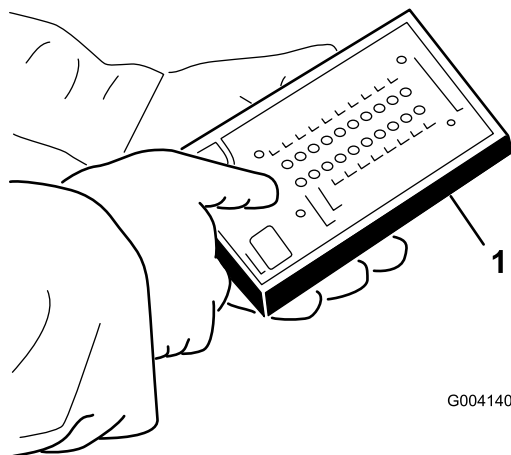

Figure 21
4. Branchez le connecteur de l'outil de diagnostic ACE au connecteur du faisceau de diagnostic (Figure 21).